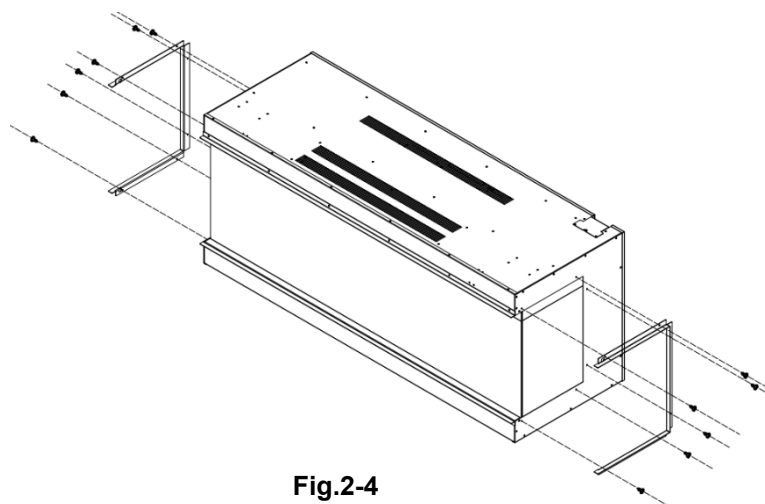

Fig.2-4
3. Fixez les barres de suspension après avoir enlevé les panneaux. Fig.2-4